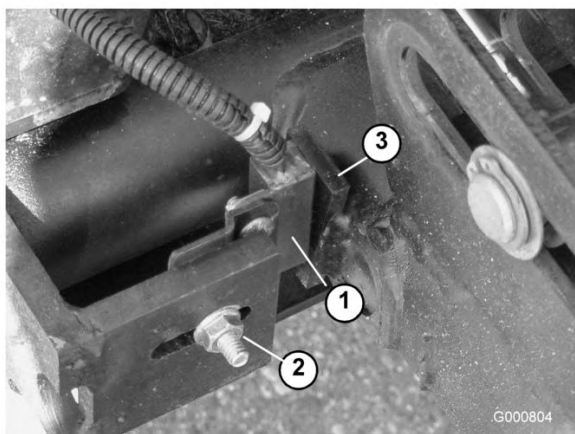

Figura 89
- Desaperte a porca do parafuso de carroçaria que está a fixar o suporte do interruptor do braço de elevação aos braços de elevação n.ºs 4, 6 ou 7 (Figura 89). Veja o n.º 4 na figura.